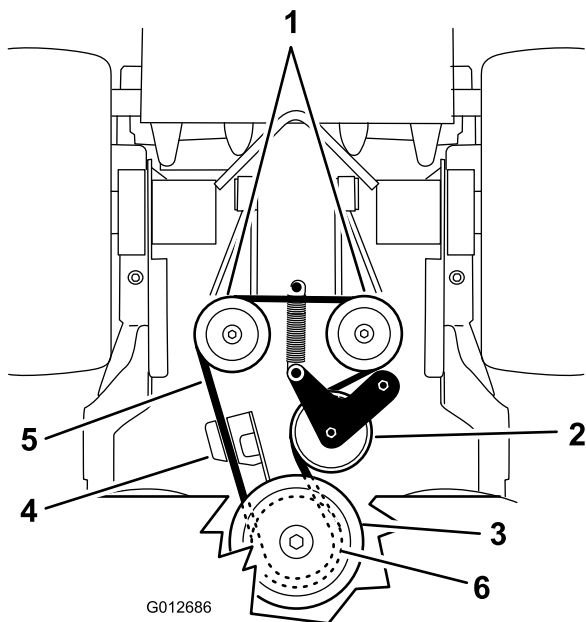

Bild 68
5. Haken Sie die Spannscheibenfeder vom Rahmen aus (Bild 68).
7. Haken Sie die Spannscheibenfeder im Rahmen ein (Bild 68).